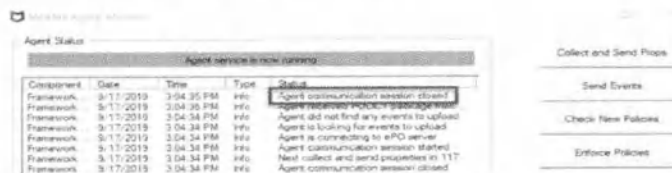

Рисунок 23. Список состояний агента
7. Подождите 1–2 минуты, пока в списке состояний агента не появится сообщение «Agent communication session closed» (Сессия связи агента закрыта) (Рисунок 23).